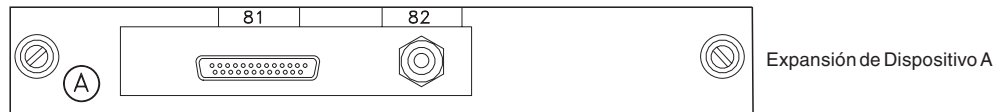

Figura 134. Expansión de Dispositivo A
1. En la Figura 134 marque con una X el zócalo en el que los cables del dispositivo se conectan a la Expansión de Dispositivo A: